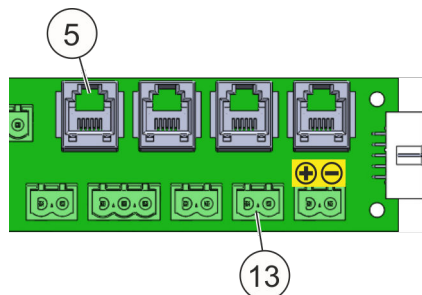
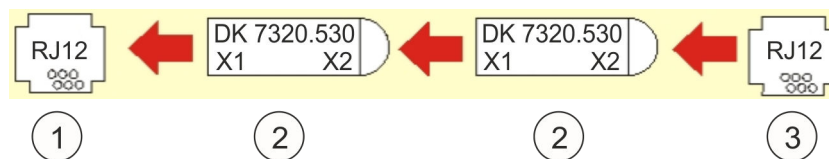

Abb. 47: Anschlüsse Türkontaktschalter
Abb. 48: Installationsschema für den Türkontaktschalter "RJ12-Stecker" (Zugangssensor)
Der Türkontakt-Eingang "5" (Abb. 47/5) ist für den Schaltertyp Rittal 7320.530 (Abb. 49/2 oder 3) ausgelegt. Türkontaktschalter der Variante "RJ12-Stecker" an den Türkontakt-Eingang "5" anschließen. Den Anschluss entsprechend Abb. 48 und Abb. 49 ausführen.
- 1 Türkontakt-Eingang "5" (Abb. 47/5)
Der vormontierte Abschlusswiderstand (Abb. 47/13) muss bei der Verwendung des Schalters "Rittal 7320.530" entfernt werden.